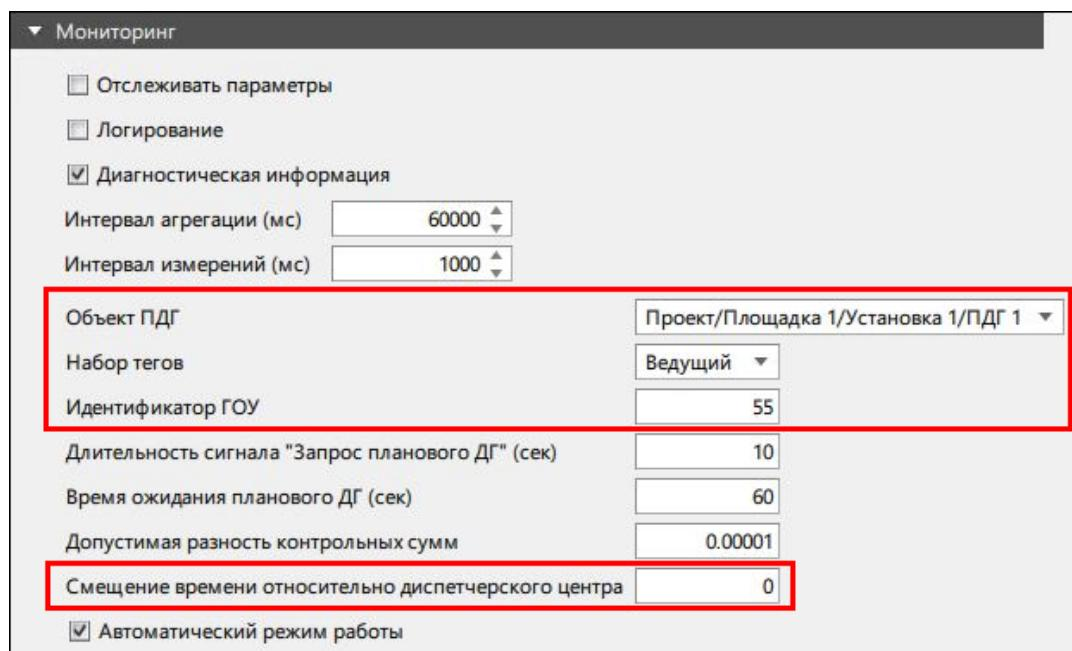

Рисунок 456 - Настройки модуля СДПМ
7. Внутри модуля (Рисунок 456):